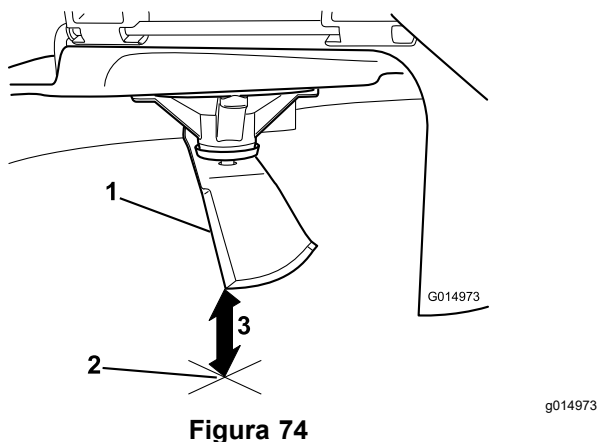

**Figura 73**
4. Rode a mesma lâmina 180 graus para que a extremidade de corte oposta fique na mesma posição (Figura 73).